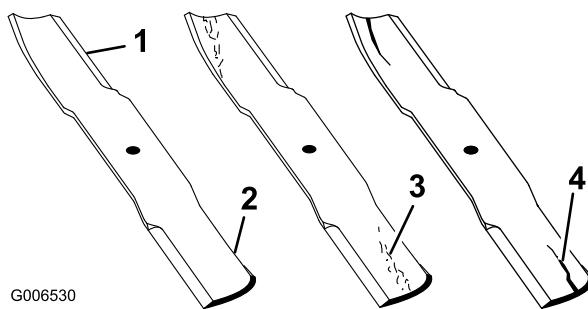

Figura 97
2. Examine cuidadosamente los extremos de corte de la cuchilla, sobre todo en el punto de reunión entre la parte plana y la parte curva de la cuchilla (Figura 97). Puesto que la arena y cualquier material abrasivo pueden desgastar el metal que conecta las partes curva y plana de la cuchilla, compruebe la cuchilla antes de utilizar el cortacésped. Si se aprecia desgaste (Figura 97), cambie la cuchilla.
Si se permite que la cuchilla se desgaste, se formará una hendidura entre la vela y la parte plana de la cuchilla (Figura 97). Con el tiempo, una parte de la cuchilla puede desprenderse y ser arrojada desde debajo de la carcasa, posiblemente causando lesiones graves a usted o a otra persona.